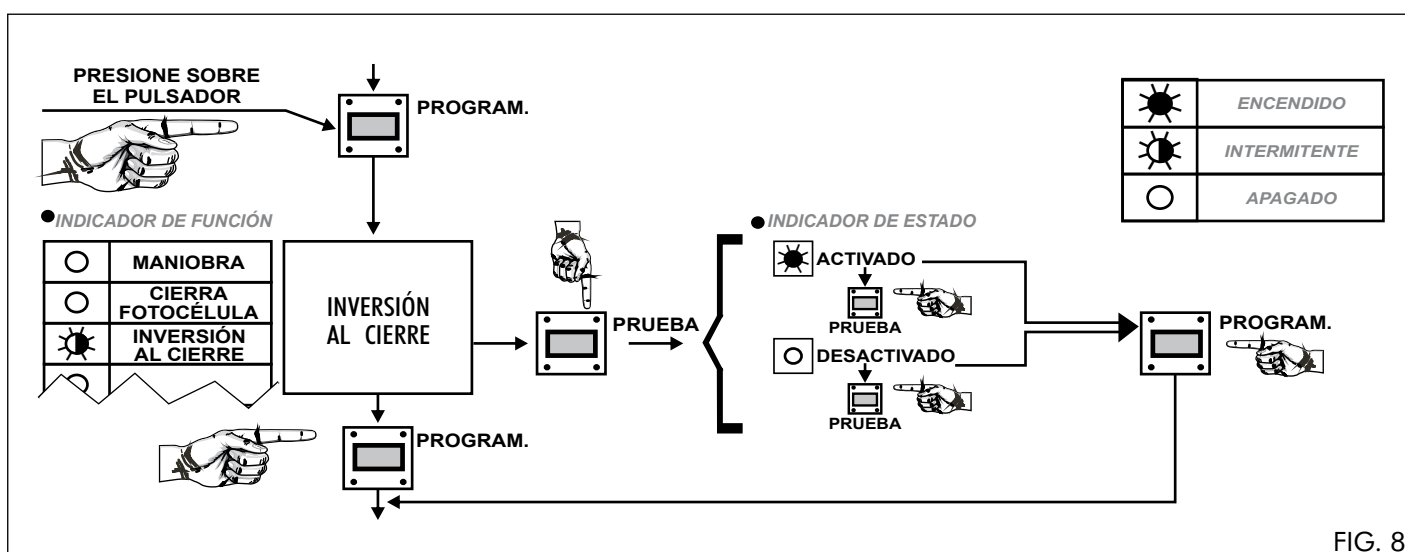

FIG. 8
**3.4.1.** Presione la tecla «PROGRAM» hasta que el indicador de función **INVERSIÓN AL CIERRE** se encienda intermitentemente (ver fig. 8).
**3.4.2.** Presione sucesivamente la tecla «PRUEBA» (ver fig. 8) hasta alcanzar la opción deseada.